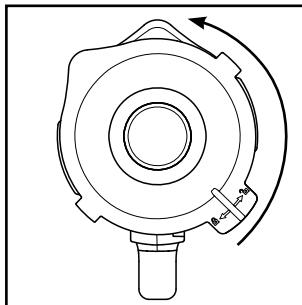

Abb.1
- 1) Nehmen Sie den Mixaufsatz ③ gerade nach oben vom Motorblock ⑥ ab.
- 2) Entfernen Sie den Deckel ②, indem Sie ihn so weit gegen den Uhrzeigersinn Richtung Position drehen (siehe Abb. 1), bis Sie ihn nach oben abziehen können.
- 3) Befüllen Sie den Mixaufsatz ③ mindestens bis zum untersten Strich der Skala ⑧ und maximal bis zur Markierung MAX. Für optimale Ergebnisse empfehlen wir folgende maximale Füllmengen: